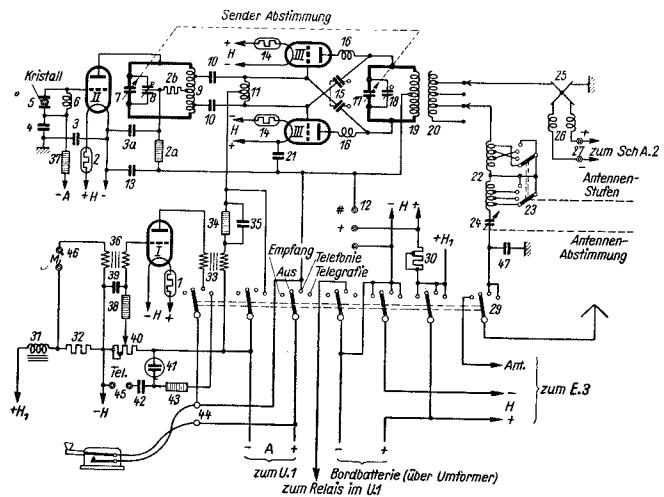

Abb. 4 Schaltplan zu Sender S. 5.
**Wirkungsweise** (vergl. Abb. 4): Nach Schalten des Betriebsartenschalters aus der Stellung „Aus“ (am Doppelhebelgeber) in eine der Stellungen für Sendebetrieb erhalten die Röhren Heizspannung aus der 12-Volt-Bordbatterie und Anoden spannung aus einem Umformer. Der Umformer wird aus der 12-Volt-Bordbatterie betrieben.